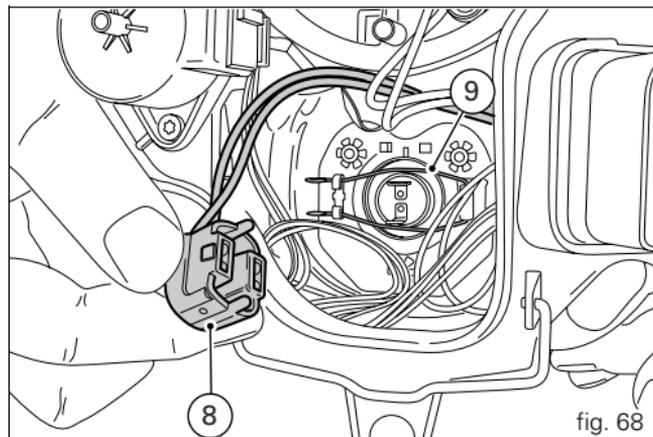

fig. 68
Desligue o conector (8) dos terminais na lâmpada dos máximos (fig. 68).